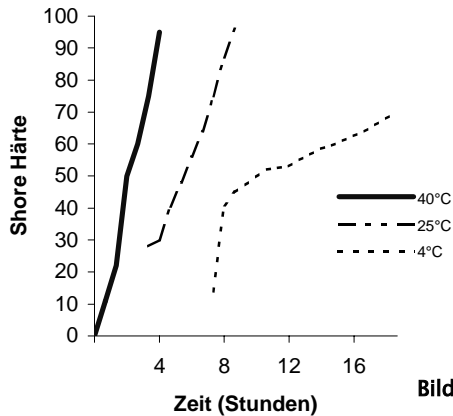

Bild 7
Adern für die Kabelmasse auseinander spreizen. Kabelmasse wie gezeigt zwischen die Adern stopfen. Die Zubereitung der Kabelmasse wird umseitig unter Verweis auf Bild 7 beschrieben.
Kabelmasse aushärten lassen (Aushärtungszeit siehe Bild 7). Sicherungsmutter (1) zur Kontrolle an der Einführung (5) lockern. Die Gummimuffe (4) kann zur Gewährleistung der zufriedenstellenden Packung entfernt werden. Ggf. mehr Kabelmasse auftragen.